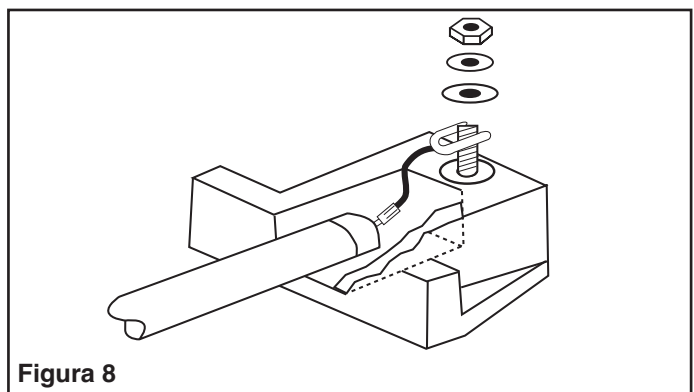

Figura 8
1. Eliminar la cubierta del terminal en cada artefacto para obtener acceso a los bloques terminales. Aflojar la tuerca hexagonal no. 10 e instalar el elemento según se indica en la Figura 8.
indica en la Figura 8. Con un extremo del elemento fijado al terminal, deslizar el aislador sobre el elemento de la funda de metal y fijar el extremo opuesto del elemento. Completar el ensamblado según se indica en la Figura 9 usando el soporte con un orificio de montaje (descartar los soportes con 2 orificio de montaje).